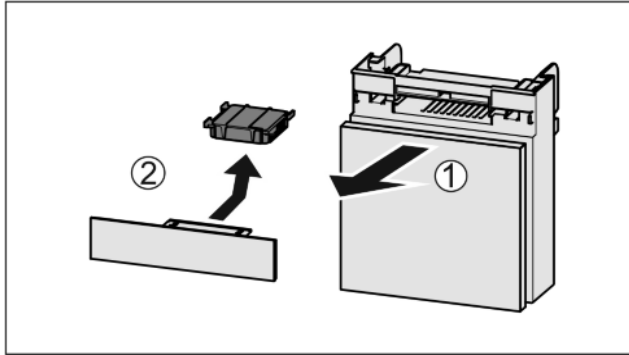

Fig. 33
- ▶ Extraiga Fig. 33 (1) el compartimento hacia adelante.
- ▶ Retire Fig. 33 (2) el filtro de carbón activado.